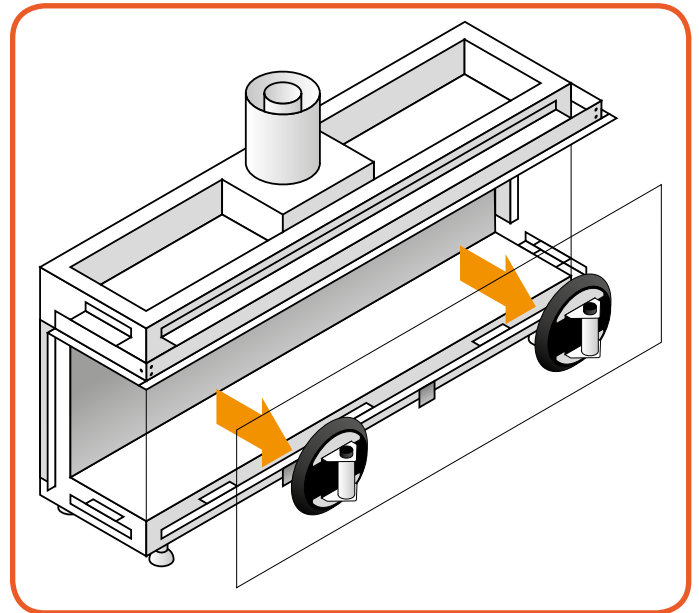

Figura 10.6 - Rimozione del vetro frontale
- Sollevare leggermente il vetro e inclinarlo facendolo passare attraverso l'apertura (vedi *Figura 10.6*).